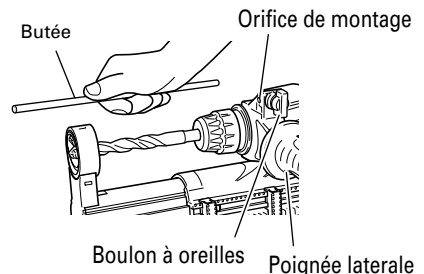

Fig. 23
9. Utilisation de la butée (Fig. 23)